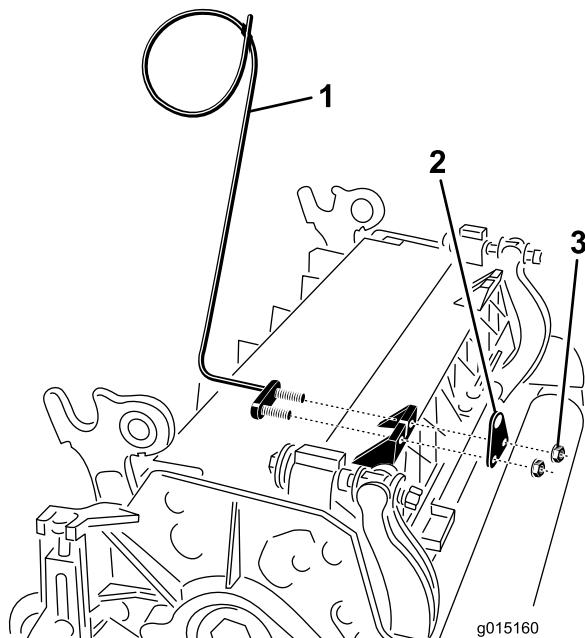

Figura 13
E. Monte el soporte de la varilla en las pestañas de la unidad de corte con los pernos de cuello cuadrado y las tuercas (Figura 11). En la unidad de corte, Monte la guía de las mangueras de la izquierda en la parte delantera de las pestañas de la unidad de corte al reinstalar el soporte de la varilla (Figura 13).